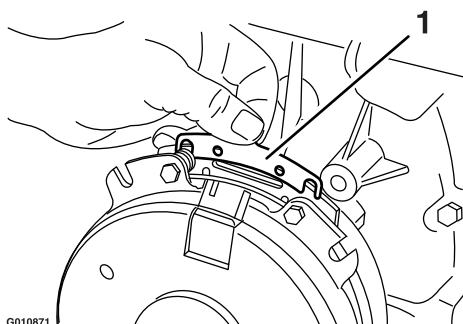

Figura 90
- B. Usando un alicate de punta fina, o a mano, sujete la pestaña y retire el suplemento (Figura 90).
Retire cualquier acumulación de hierba, suciedad u otros residuos de la rejilla del motor. Esto ayuda a asegurar una refrigeración adecuada y una velocidad de motor correcta, y reduce la posibilidad de sobrecalentamiento y daños mecánicos al motor (Figura 90).